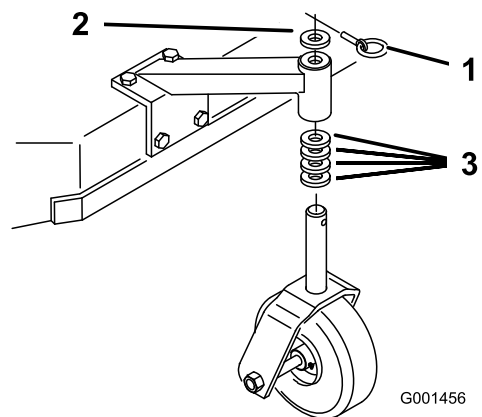

Bild 17
- Stellen Sie die Distanzstücke des Laufrads mit der Schnitthöhentabelle entsprechend dem ausgewählten Achsenloch ein (Bild 17).
- Entfernen Sie den Sperrstift, schieben Sie das Laufrad von der Stütze und ändern Sie die Distanzstücke (Bild 17).
- Montieren Sie das Laufrad in der Stütze und setzen Sie den Sperrstift ein (Bild 17).